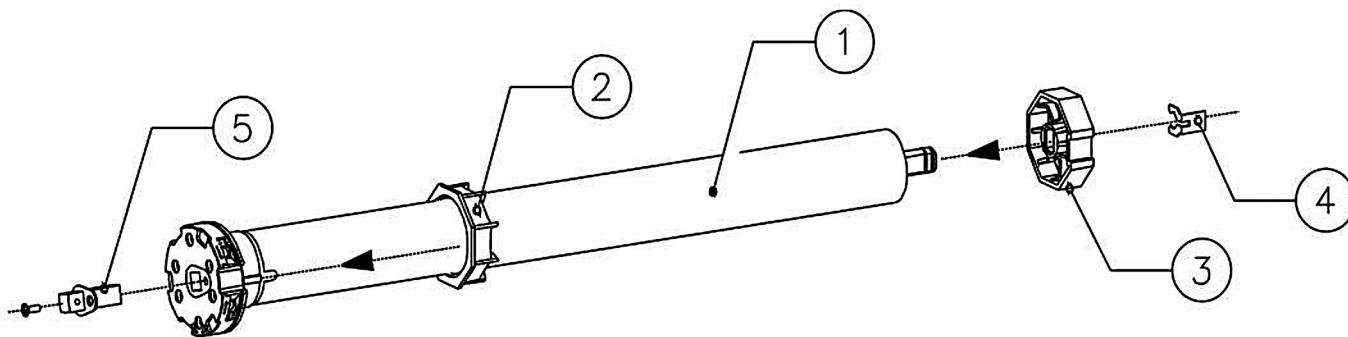
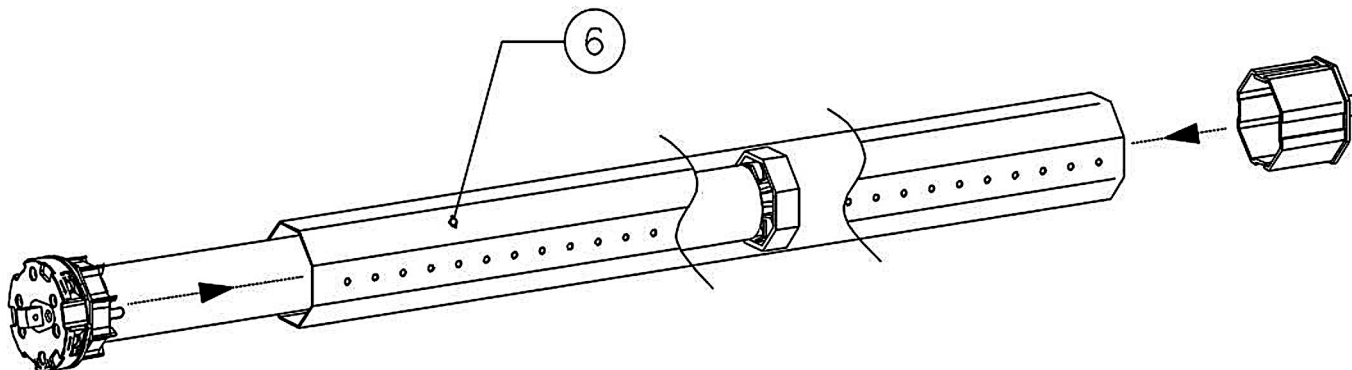
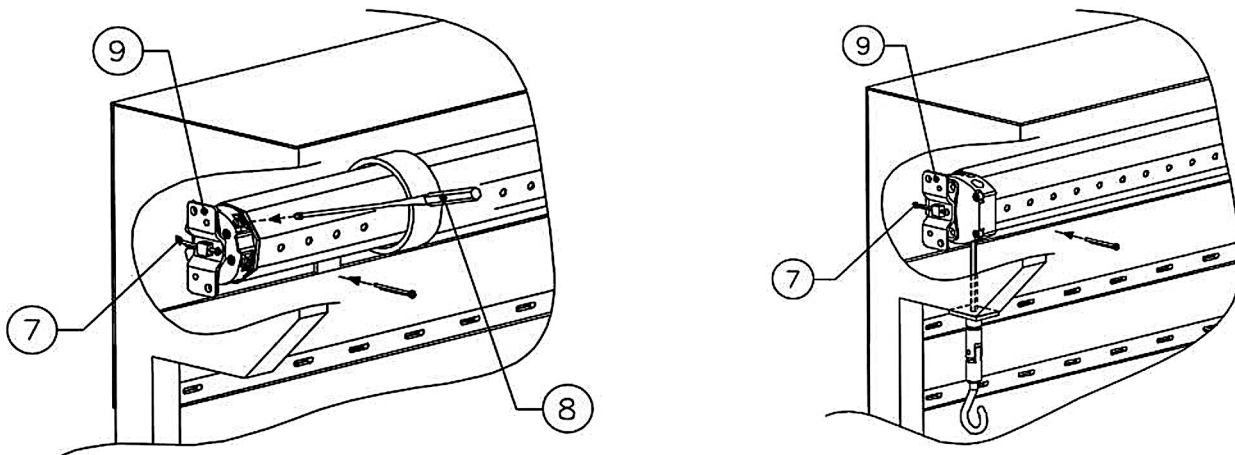
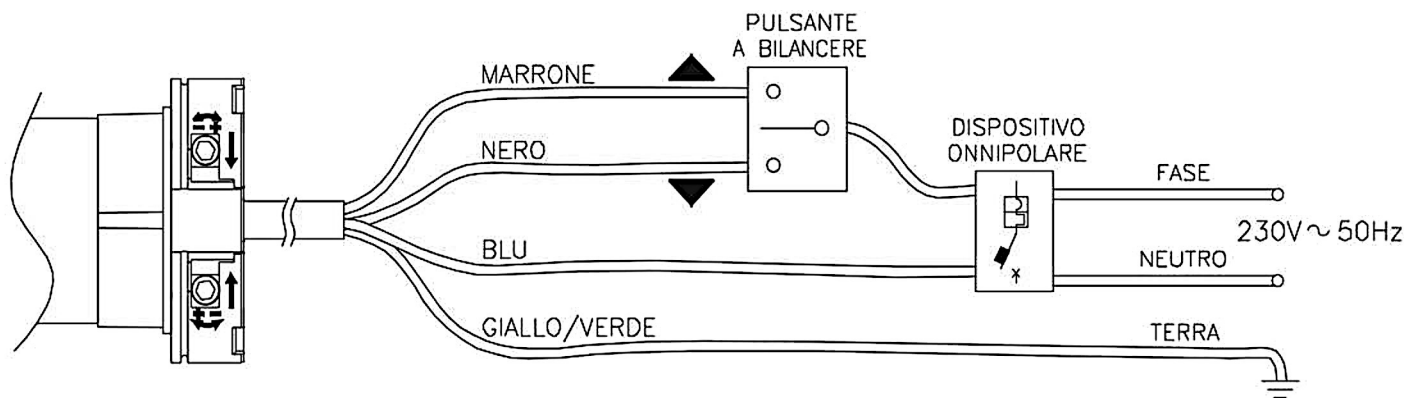

Fig.1
Fig.2
Fig.3
Fig.5
Haciendo referencia al esquema de montaje, preparar el motorreductor en la siguiente secuencia de operaciones: **A)** Introducir la corona de final de recorrido (2) en el motorreductor (1) hasta colocarlo en el correspondiente anillo de final de recorrido haciendo coincidir las dos ranuras; empujar hasta el tope como se indica en la fig. 1. Introducir la polea de arrastre (3) en el arbol del motor y bloquearla con su correspondiente cierre (4). Aplicar el adaptador para abrazadera (5) en la extremidad del final de recorrido bloqueándolo con los tornillos que se incluyen. **B)** Introducir el motorreductor montado de esta forma en el tubo de recogida (6) hasta introducir también las extremidades de la corona (2), (ver fig. 2.) Fijar la polea de arrastre (3) al tubo de recogida (6) con un tornillo, de forma que se eviten posibles deslices y movimientos axiales del motor. **C)** Al final bloquear la extremidad del motorreductor en la abrazadera (9) mediante la chaveta (7) que se entrega (fig.3). **D)** Antes de enganchar la tela al rodillo realizar la conexión eléctrica como se muestra en la fig. 5. **E)** Presionar el pulsador de subida y bajada para comprobar la rotación del rodillo en la recogida y/o como se desenrolla la tela (en caso contrario invertir los cables negro y marrón) A este punto, presionar el pulsador de bajada hasta la completa parada de la rotación del rodillo. Enganchar la tela al rodillo y presionar el pulsador de subida hasta que se pare la tela. Proceder entonces con la regulación del final de recorrido a través del reglador (8).